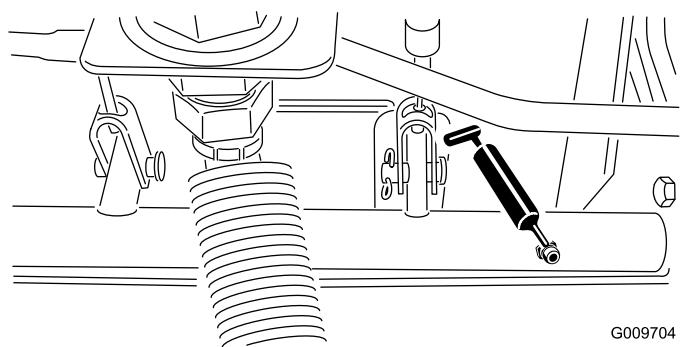

Bild 81
- Bremsstangen-Drehlager (5) (Bild 81)